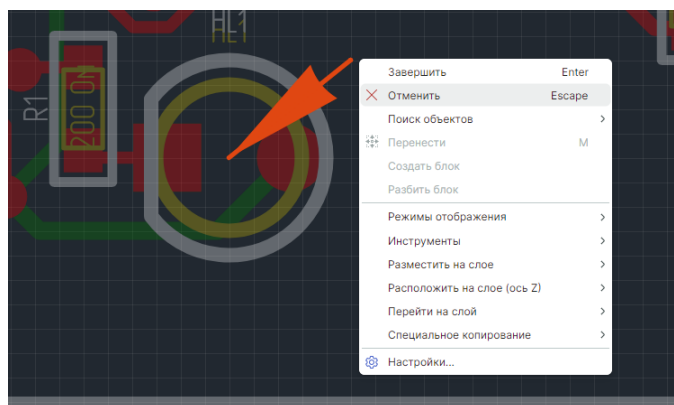

Рис. 429 Отмена размещения размерной линии
5. Размещение линии можно отменить, для этого нажмите клавишу «Escape» или вызовите контекстное меню и выберите «Отменить», см. Рис. 429.